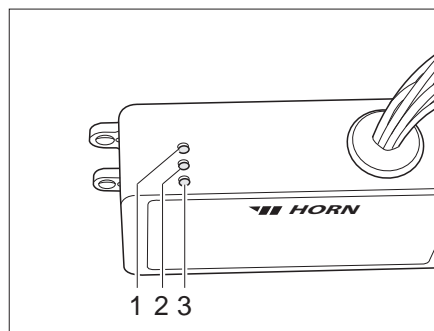

Bild 198 Reglerdon
Reglerdonet (Bild 198) finns i klädskaåpet. Kontrolllamporna på reglerdonet har följande betydelse:
- Kontrolllampan (Bild 198,2) lyser grönt: Regleringen aktiv.
- Kontrolllampan (Bild 198,1) lyser rött: Avloppstanken värms upp.
- Kontrolllampan (Bild 198,3) lyser rött: Avloppsledningarna värms upp.